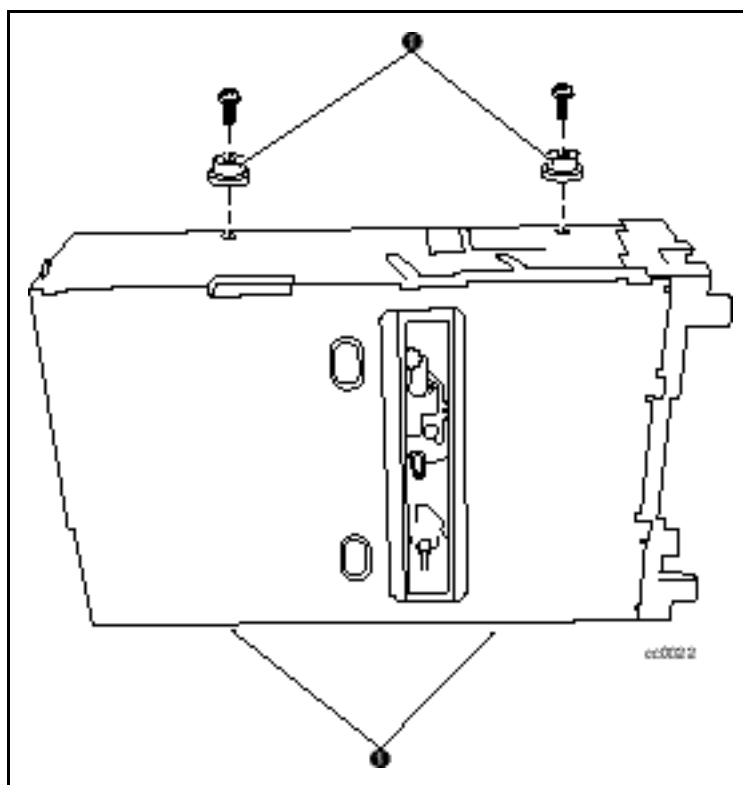

Figura 5. Installazione dei pin di allineamento
È necessario montare quattro pin di allineamento nella nuova unità prima dell'installazione. Ogni pin consiste di un distanziale di plastica e una vite (● Figura 5).
2. Installare i pin come da figura (● Figura 5).